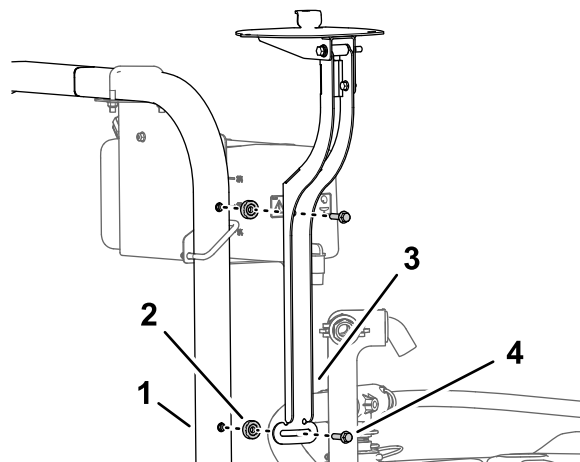

Bild 156
1. Montieren Sie die Empfängerbefestigung und das Distanzstück (3/8" x 7/16") mit der Bundkopfschraube (3/8" x 1-1/2") am Überrollbügel, wie in Bild 156 abgebildet.